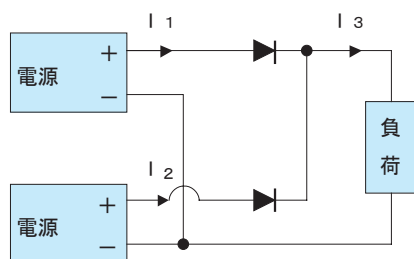

図4.3 冗長運転例
■CHSシリーズは図4.3の配線をすることによって、冗長運転が可能です。